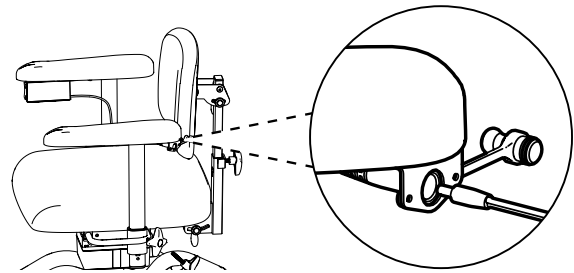

Abb. 2.5. Anschließen des Steckers an die Ladebuchse unter der Armlehne.
1. Schließen Sie den Stecker des Ladegeräts an die Ladebuchse an, siehe Abb. 2.5. Die Ladebuchse befindet sich normalerweise an der Rückseite der linken Armlehne, kann sich aber auch an anderer Stelle, z. B. unter dem Sitz, befinden.